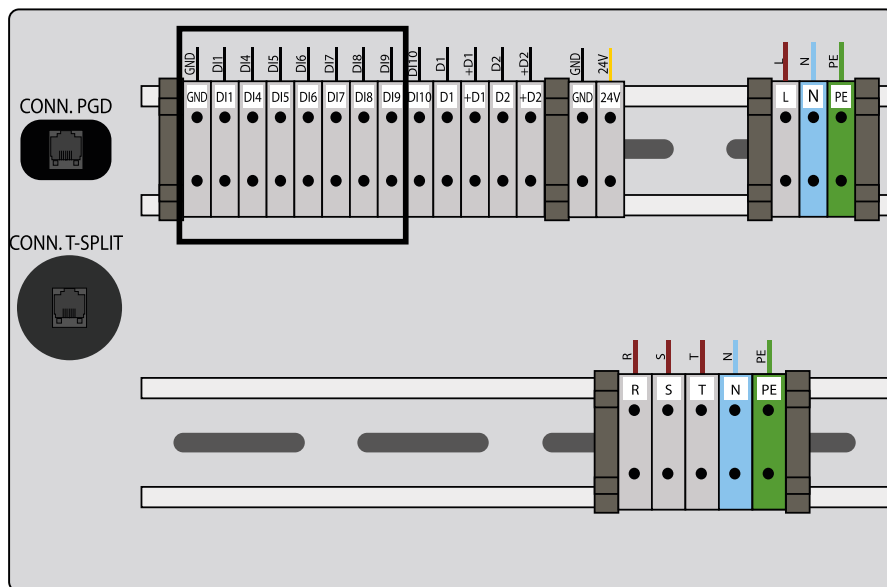

FIG. 60 (Connessione elettrica DI9-GND in caso di connessione bus su P-LAN)
- 1) Fissare il retrocontenitore (FIG. 60 - Rif. 1) alla scatola standard o alla parete
- 3) Fissare il frontale (FIG. 60 - Rif. 2) al retrocontenitore (FIG. 60 - Rif. 1) mediante le viti fornite con il kit
- 4) Installare la cornice a scatto (FIG. 60 - Rif. 3)